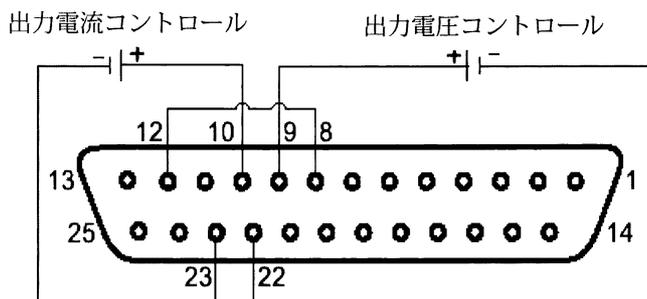

図 6-1: リモート電圧コントロール接続
6. 図 6-1 に示すように外部電源を J1 端子に接続して下さい。その際には極性を確認の上接続して下さい。出力電圧・電流コントロールのグラウンドはそれぞれ J1-22 (VPGM_RTN)、J1-23 (IPGM_RTN)です。(詳細は 4.5.1 項の図 4-4、表 4-4 参照)